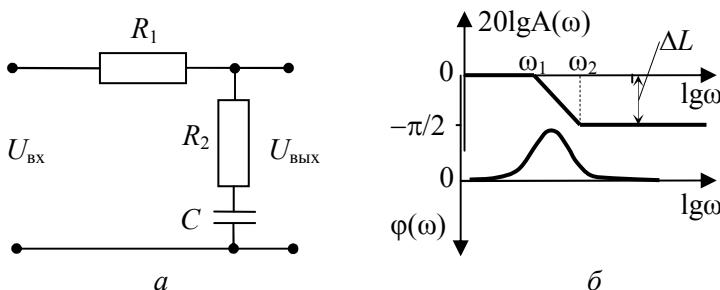

Рис. 6.5.1. Пассивное интегрирующее звено
В первом методе применяется пассивное интегрирующее звено, реализация которого на  $RC$ -элементах приведена на рис. 6.5.1, а.
Логарифмические фазовая и асимптотическая амплитудная характеристики приведены на рис. 6.5.1, б. Из рисунка видно, что пассивное интегрирующее звено подавляет высокие частоты. Демпфирование системы основано на уменьшении коэффициента передачи на частоте среза1. Чтобы на ЛАХ скорректированной системы не влияла фазовая характеристика корректи-
2. Рассчитать передаточную функцию пассивного интегрирующего звена (рис. 6.5.1, *a*) и получить выражения для сопрягающих частот  $\omega_1$  и  $\omega_2$  через параметры элементов  $RC$ -цепочки.
3. Рассчитать необходимые значения сопрягающих частот  $\omega_1$  и  $\omega_2$  (рис. 6.5.1, *б*), исходя из частоты среза, полученной по результатам п.1, и заданного запаса устойчивости по амплитуде.
4. На основе результатов п.п. 2,3 рассчитать параметры  $R$ - и  $C$ -элементов электрической цепи (рис. 6.5.1, *a*).